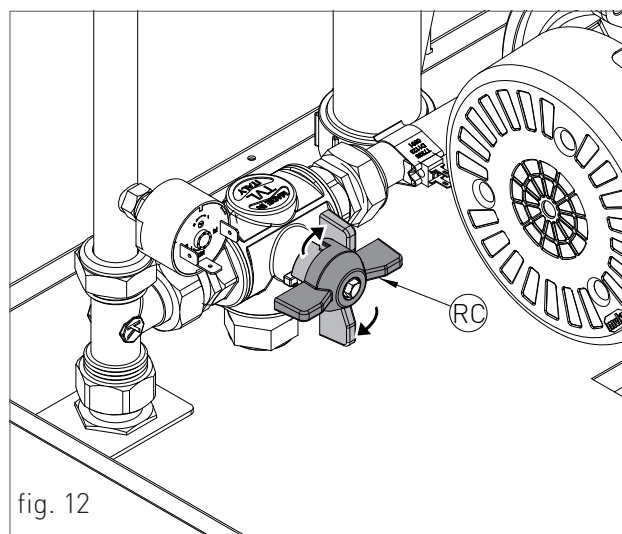

fig. 12
- › Tourner la vanne à trois voies sur la position « recirculation », selon la figure 12, position 'RC'.